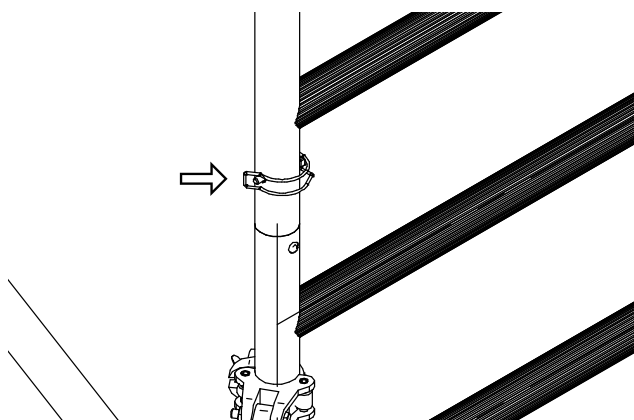

Rys. 23 Montaż stabilizatorów
5. Zamontować stabilizatory, mocując je poprzez uchwyty zaciskowe dokręcając nakrętkami motylkowymi z siłą 30Nm. Należy pamiętać o zamontowaniu łączników stabilizatorów (Rys. 23).